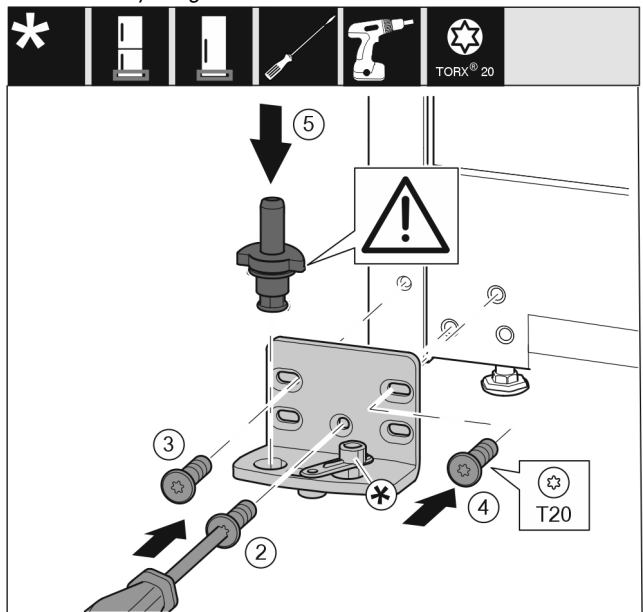

Fig. 36
- ▶ Ložiskovú konzolu nasadíte na druhú stranu a priskrutkujte ju pomocou skrutkovača T20. Začnite skrutkou 2 dole v strede. Fig. 36 (2)
- ▶ Pevne zaskrutkujte skrutku 3 a 4. Fig. 36 (3,4)
- ▶ Ložiskový čap úplne nasadíte. Dbajte pritom na to, aby zaistovací doraz ukazoval smerom dozadu. Fig. 36 (5)
- ▶ Ložiskovú konzolu nasadíte na druhú stranu a priskrutkujte ju pomocou skrutkovača T20. Začnite skrutkou 2 dole v strede. (2)\*
- ▶ Spoj tlmíča uzatvárania otočte o 180°. Na druhej strane ložiskovej konzoly ho priskrutkujte skrutkovačom T20. (5)\*
- ▶ Ložiskový čap úplne nasadíte. Dbajte pritom na to, aby zaistovací doraz ukazoval smerom dozadu. (6)\*